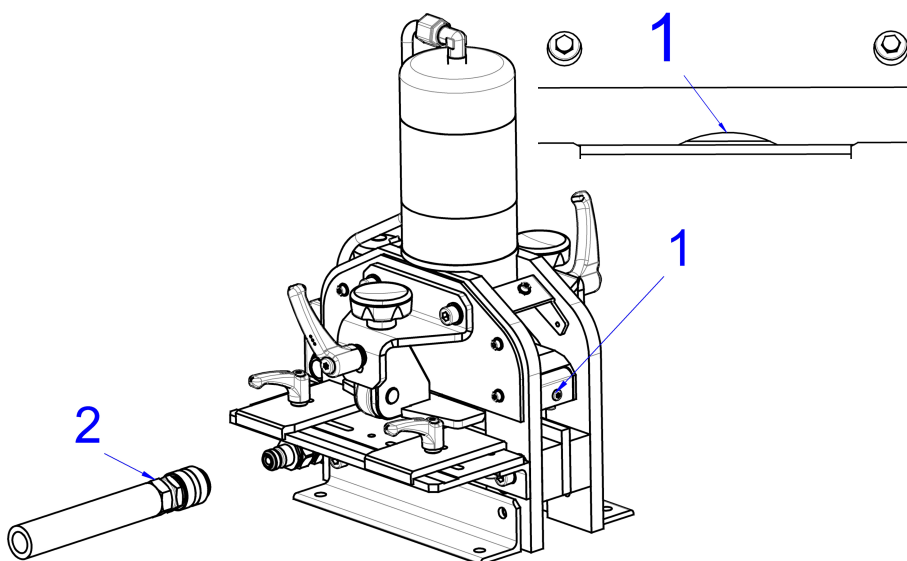

Imagen 10: Cuchilla en la posición inferior
- Activar la bomba hidráulica y desplazar la cuchilla hacia abajo, hasta que solo sea visible una pequeña curvatura (imagen 10, 1) entre la cuchilla y la contracuchilla.
- Desconectar la bomba hidráulica y retirar inmediatamente la conexión hidráulica (imagen 10, 2) de la unidad de corte, de forma que la barra de corte permanezca en la posición más baja.